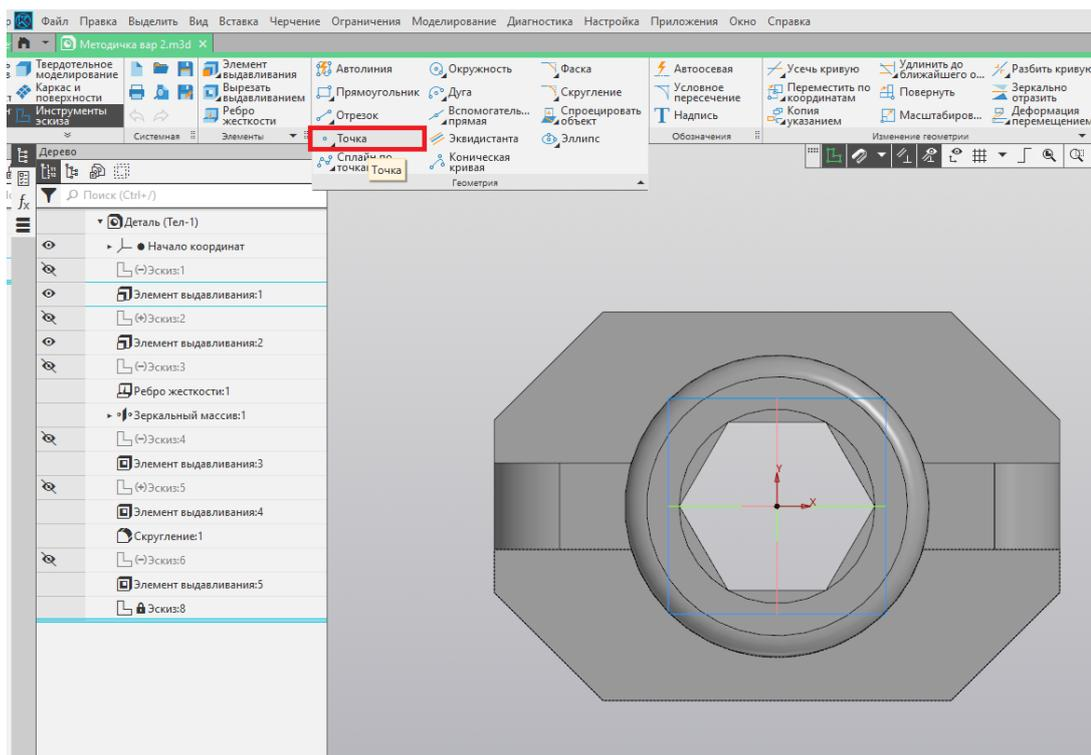

Рис. 107
35. Выбираем команду «Точка» (рис. 107).